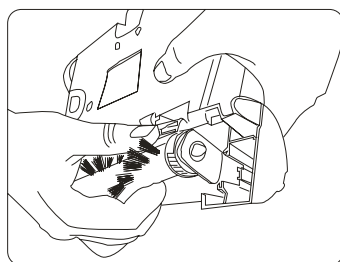

Fig. 13
5. Levante de su ranura, la cubierta de la barra del cepillo. (Fig. 13)
9. Inserte la barra del cepillo dentro de la ranura. (Fig. 13)